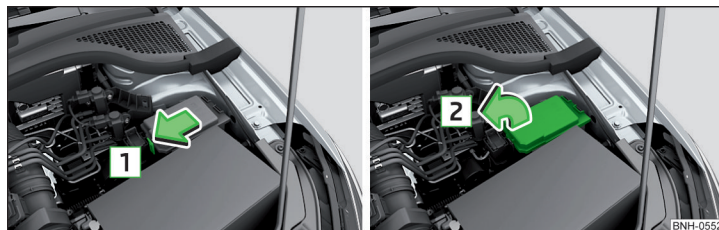
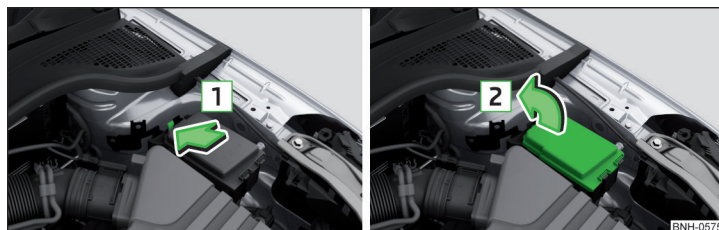

Fig. 265 Capacul panoului de siguranțe - varianta 1
Fig. 266 Capacul panoului de siguranțe - varianta 2
- › Apăsați tasta de blocare a capacului în sensul săgeții **1** » fig. 265 sau » fig. 266 și scoateți capacul în sensul săgeții **2**.